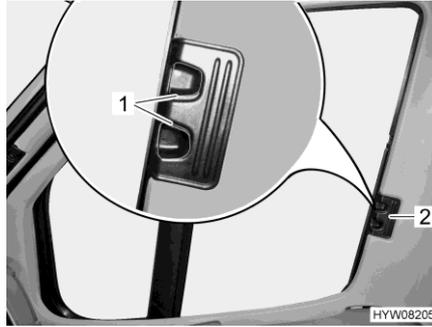

Bild 106 Faltverdunklung (Fahrer-/
- Entriegelungsgriffe (Bild 106,1) zusammendrücken und gedrückt halten.
- Die Faltverdunklungen für das Fahrerfenster und das Beifahrerfenster am Griff (Bild 106,2) zur anderen Fensterseite ziehen und an den Magnetstreifen aneinanderfügen.
- Die Faltverdunklungen für das Fahrerfenster und das Beifahrerfenster am Griff (Bild 106,2) bis zum Anschlag einschieben.
- Entriegelungsgriffe (Bild 106,1) loslassen und einrasten lassen.